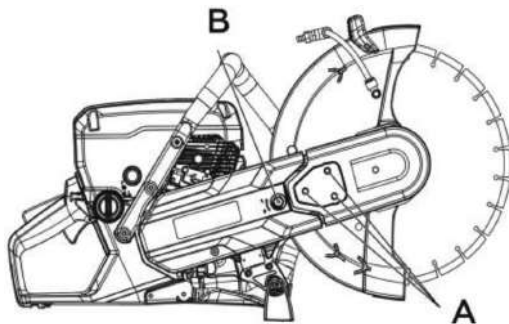

Рис. 49
Ослабьте три гайки (А) (рис. 49), удерживающие верхний защитный кожух съемной головки. Поверните натяжитель ремня (В) в положение «0», чтобы ослабить ремень, в положение «1», чтобы натянуть ремень.
1. Ослабьте три гайки (А), удерживающие верхний защитный кожух съемной головки. Поверните натяжитель ремня (В) в положение «0», чтобы ослабить ремень (рис.49).